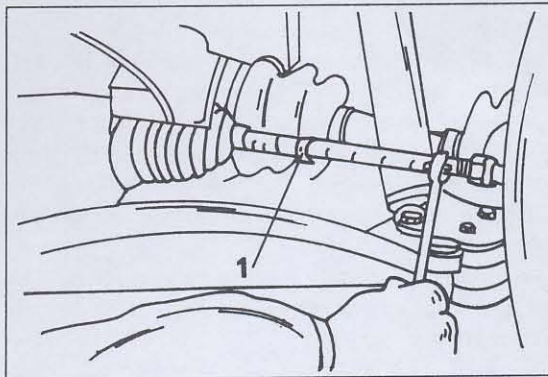

Bild 283
- Zur Korrektur der Spur die Kontermutter in Bild 283 lockern (auf beiden Seiten) und beide Verstellrohre der Spurstange um den gleichen Wert verstellen. Verstellungen stückweise durchführen, da eine kleine Verstellung der Spurstangen bereits grosse Werte an den Rädern herstellt.
- Vorspur erneut wie oben beschrieben ausmessen und abschliessend die Kontermuttern mit 65 - 80 Nm anziehen. Zu beachten ist, dass die Befestigungsspanne (1) in Bild 283 gelockert werden muss, ehe man eine Spurstange verstellt. Andernfalls können sich die Manschetten ineinander verdrehen.